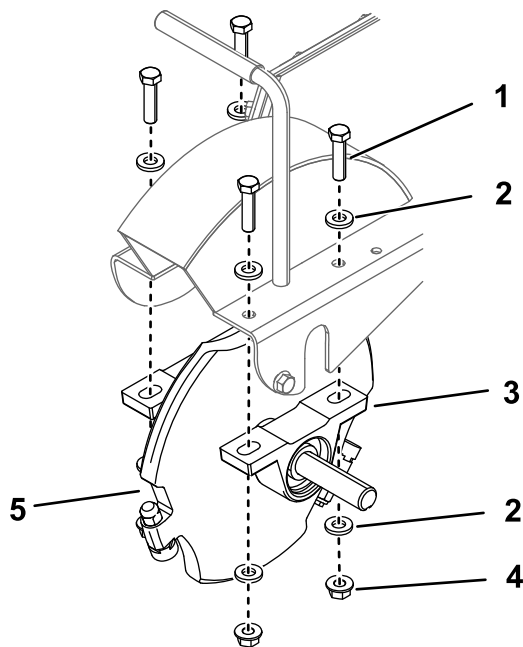

Figura 7
1. Coloque un conjunto de cojinete en el eje en ambos lados de la rueda de corte, y siga las instrucciones suministradas con los conjuntos de cojinete (Figura 7).
2. Sujete los cojinetes al bastidor de la máquina con 4 pernos ($\frac{3}{8}$ " x $1\frac{1}{2}$ "), 8 arandelas (0.40" x 0.81" x 0.11") y 4 contratuercas ($\frac{3}{8}$ "), como se muestra en la Figura 7. Apriete a 60–76 N·m (44–56 pies-libra).